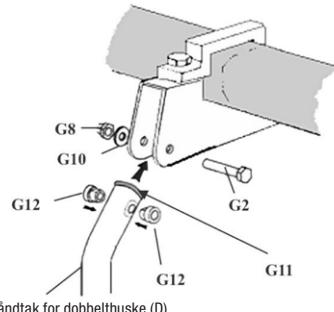

Fig 13
8. Trykk plastgjennomføringene (G11) inn i den øvre enden av håndtakene til dobbelthusken (D). Trykk i plasthylsene (G12) på begge sider av håndtakene. Sett deretter håndtakene i festet, og fest med 50 mm M8 6-kantbolt (G2), M8 skiver (G10 og M8) hettemutter (G8). Se fig. 13. Gjenta monteringen for det andre håndtaket.